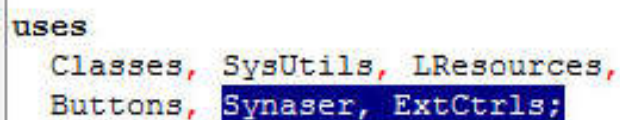

Рис. 55. Подключение модулей к проекту
3. Скопируйте файлы **synaser.pas**, **synafpc.pas**, **synautil.pas** в каталог вашего проекта. Подключите к проекту модули Synaser.pas и ExtCtrl.pas. Для этого добавьте в раздел Units модуля «LazarusI7000.pas» (рис. 55).